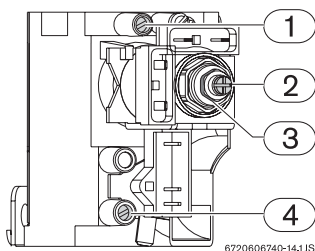

Fig. 3 Punti di controllo/regolazione gas
- Con una chiave di misura corrispondente, ruotare il dado (Fig. 3, pos. 3). Regolare la pressione fino a raggiungere i valori indicati nella tabella 1.
- Tenere fermo il dado (Fig. 3, pos. 3) con una chiave di misura corrispondente
- Con un cacciavite **non magnetico** ruotare la vite (Fig. 3, pos. 2). Regolare la pressione fino a ottenere i valori indicati nella tabella 1.